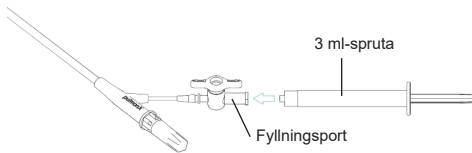

Bild 2: Ballongens fyllningsportsanslutning
- Anslut 3 ml-sprutan till ballongens fyllningsport på enhetskranen på handtaget till Chartis Precision XL-katetern. Se Bild 2 nedan.